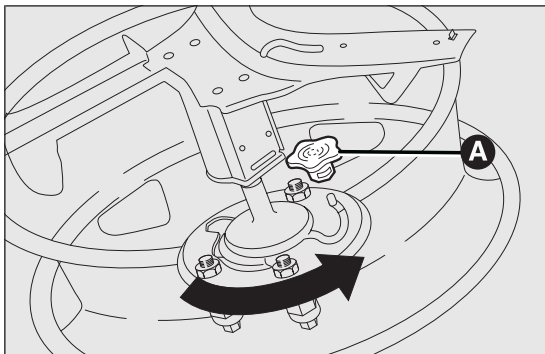

fig. 143
- fissare il supporto dentato sulla ruota forata mediante le 2 viti (inserire il supporto dall'esterno ruota). Riagganciare il cavo metallico di trattenimento nell'apposita sede e reinserire il cappuccio di protezione A fig. 143;